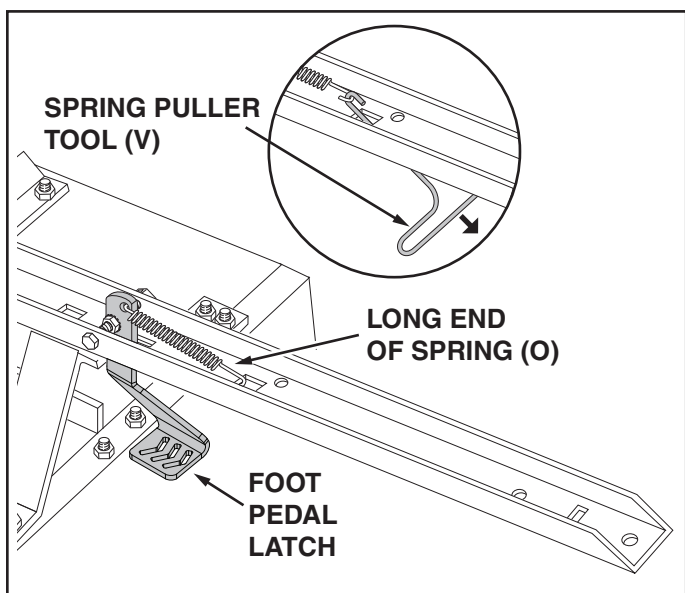

FIGURE 9
17. Hook the **short** end of the spring (O) into the hole in the foot pedal latch. Use the spring puller tool (V) to hook the **long** end of the spring into the square hole in the tongue. The spring puller tool (V) can be stored when finished. See figure 9.
17. Accrocher le petit côté du ressort (O) dans le trou de la manette de verrouillage (3). À l'aide du tire-ressort (V), accrocher le grand côté du ressort dans le trou carré de la barre d'attelage (10). On pourra ranger le tire-ressort (V) une fois l'accrochage effectué. Voir la figure 9.